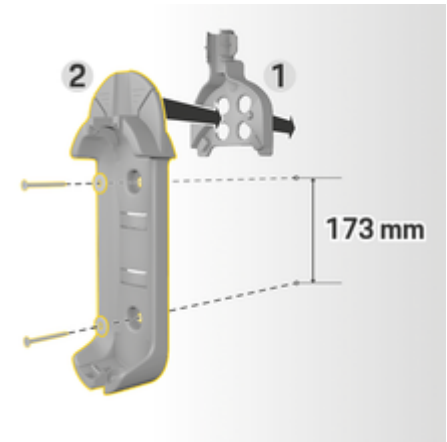

Fig. 6: Medidas de taladrado
3. Presione la base de soporte de pared **2** (Fig. 6) dentro de la guía de cables **1** (Fig. 6) desde delante.